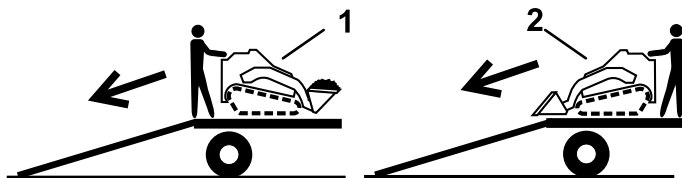

图 21
2. 让机器较重的一端在坡道上面以减轻负载将机器从拖车上卸下来图 21。